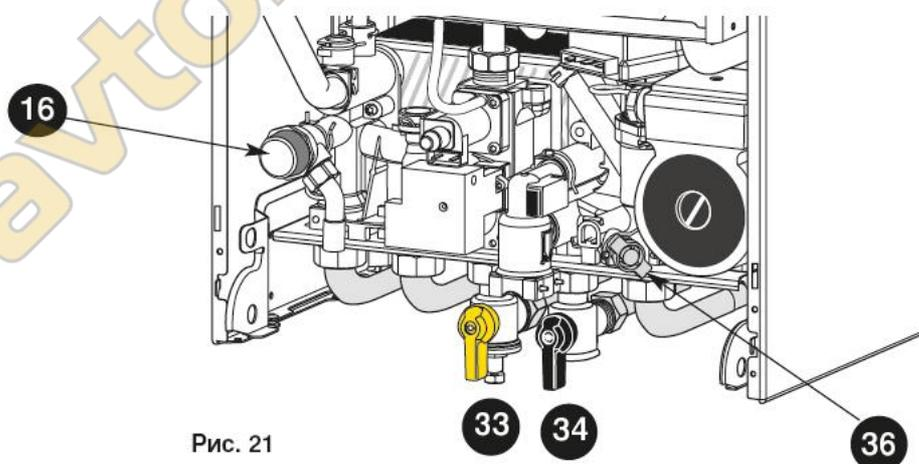

Рис. 21
Гарнитура водонагревателя (рис. 21)
3. Откройте вентиль подачи газа 33 (вариант)(рис. 21).
- перекройте подачу газа, повернув вентиль 33 (вариант)(рис. 21)